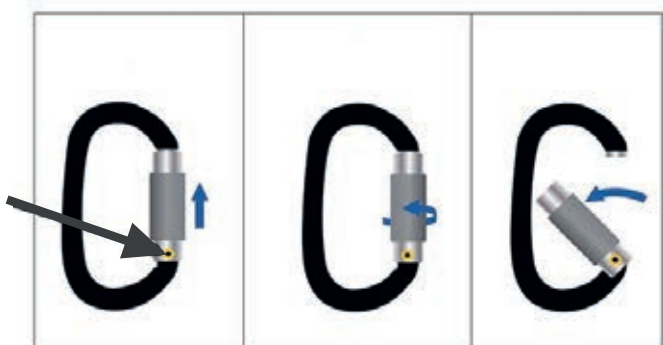

Fig. 3
3. Gå frem som vist til venstre for å åpne den trefunksjons karabinkroken. Se Fig. 3